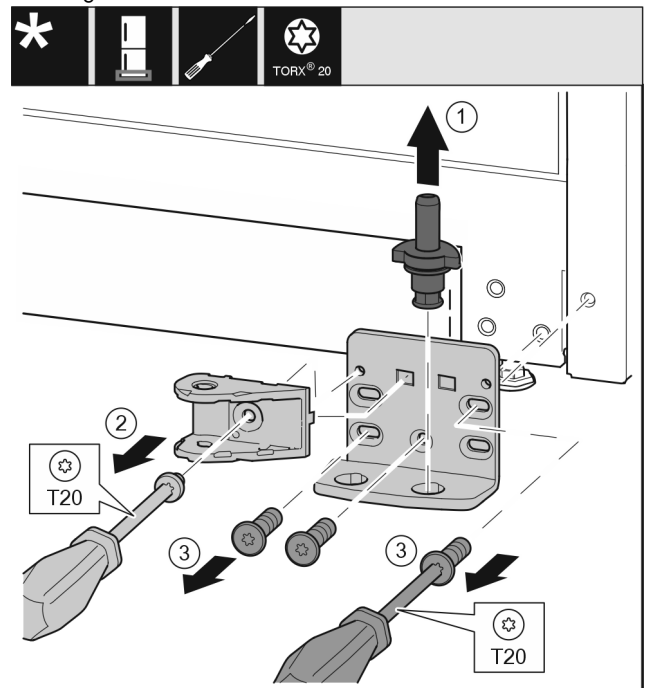

Fig. 40 *
- Lagerbolzen Fig. 40 (1) komplett nach oben herausziehen.*
- Schraube Fig. 40 (2) mit Schraubendreher herausdrehen und Schließdämpferverbindung abnehmen.*
- Schrauben Fig. 40 (3) mit Schraubendreher herausdrehen und Lagerbock abnehmen.*